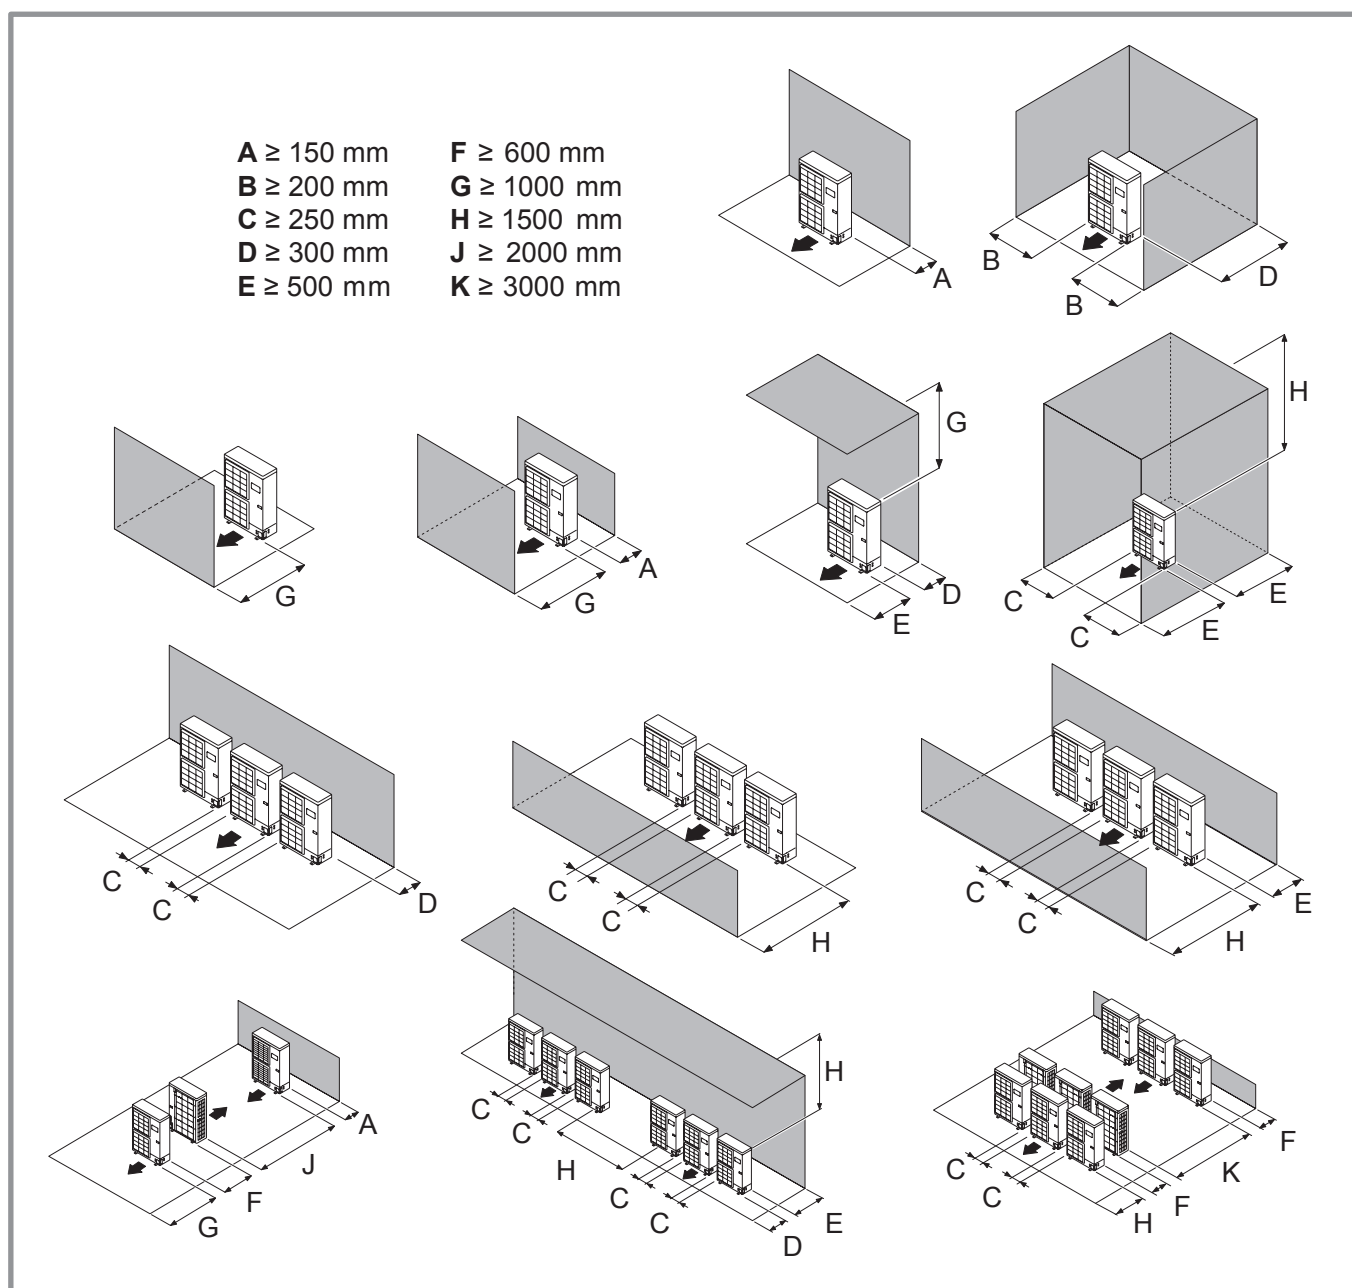

Abbildung 13 - Installationsmindestfreiräume um die Außeneinheit (alle Modelle)
- ☞ Die Außeneinheit darf nur im Freien installiert werden. Wenn ein Unterstand erforderlich ist, muss er große Öffnungen auf allen 4 Seiten besitzen und die Installationsfreiräume (Abbildung 13) einhalten.
- Die Luftzirkulation durch den Verdampfer und am Ventilatorausgang darf durch nichts behindert werden (Abbildung 13).